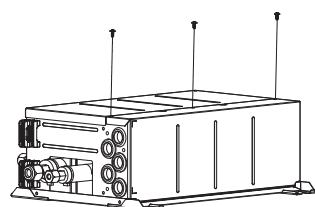

Fig. 4-5
4.1. Retningen af rørene kan ændres. (Fig.4-4). [Arbejdssprocedurer] (Fig. 4-5)
① Fjern skruerne i hver del.